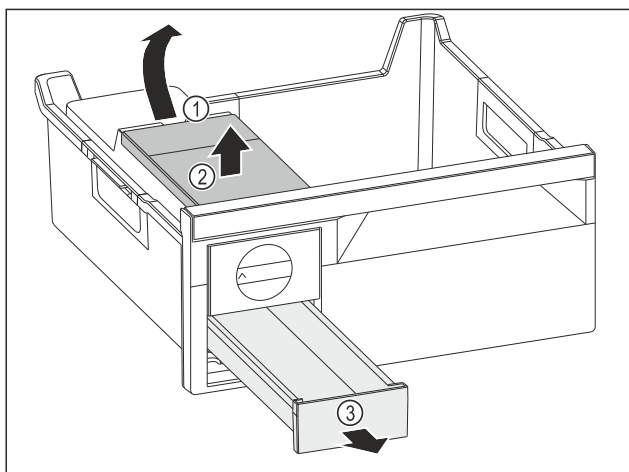

Fig. 140
- Fjern vanntanken: Løft opp vanntanken i fordypningen Fig. 140 (1).
- Fjern vanntanken Fig. 140 (2) ovenfra.
- Fjern isterningsskuff Fig. 140 (3) forfra.